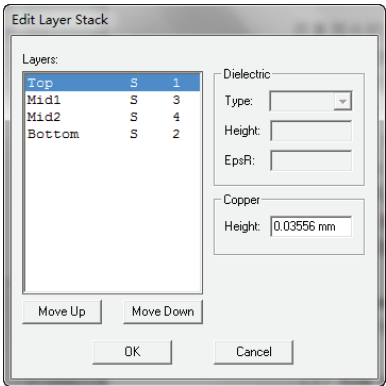

图 7-28 “Edit Layer Stack”对话框
3) “Layer Stack”命令：该命令允许设计者定义层。为获得正确的传输线的计算，必须定义层的有关参数。PCB 并不支持直接的层定义，因而在每次仿真前都必须修改层的参数，如图 7-28 所示。